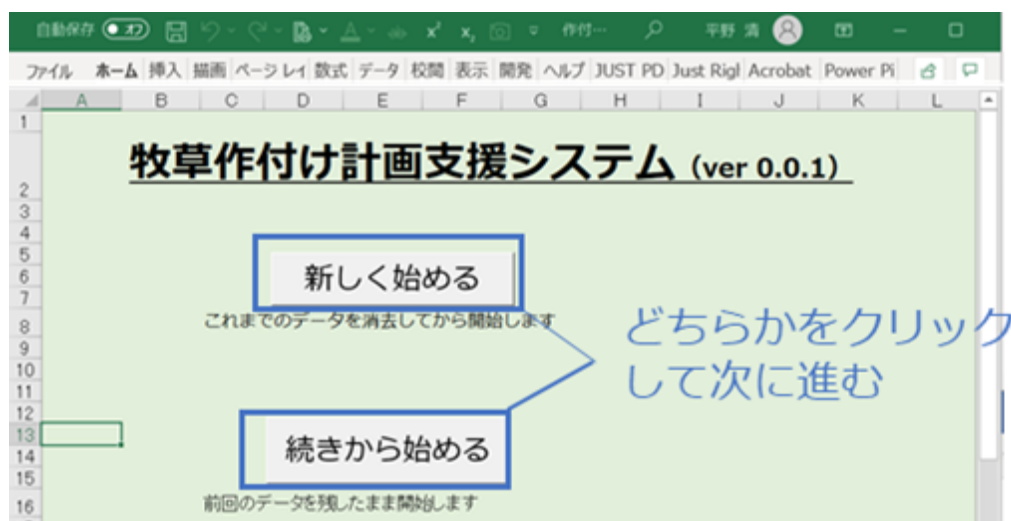

図5 Top画面とその選択ボタン
- ファイルを開くと、初めにTop画面（図5）が表示されます。